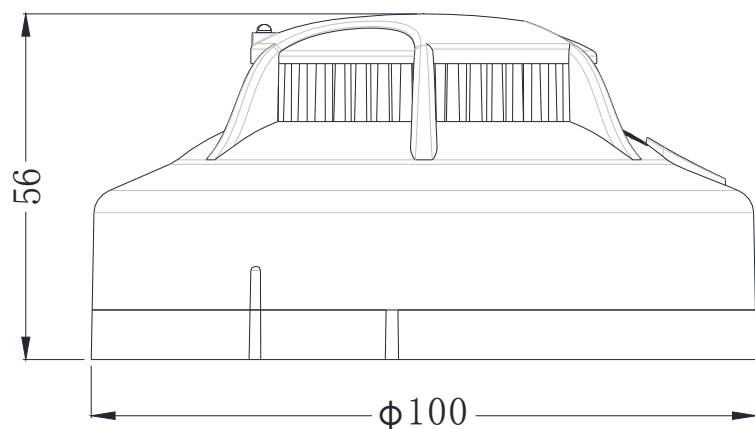
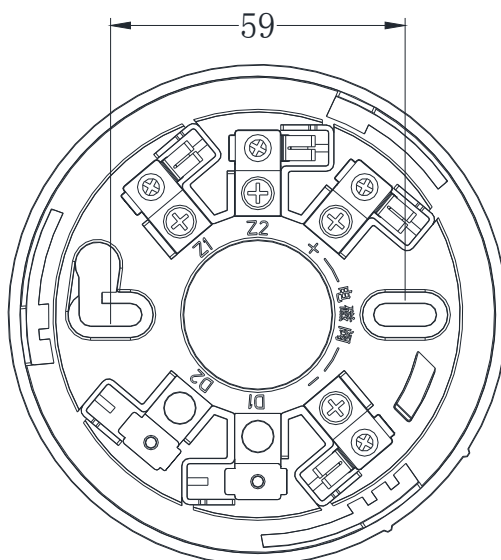

图1 JT-TR3105 外形尺寸示意图
图2 JT-TR3105 安装尺寸示意图
1、探测器的外形尺寸及安装尺寸示意图如图1、图2所示（单位：mm）